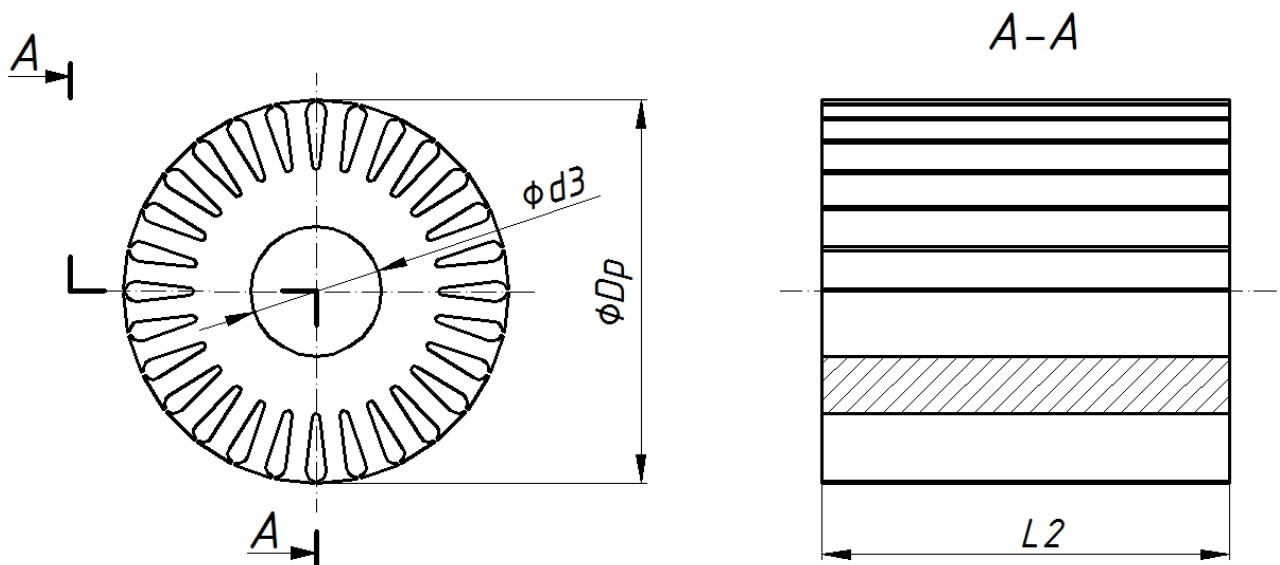
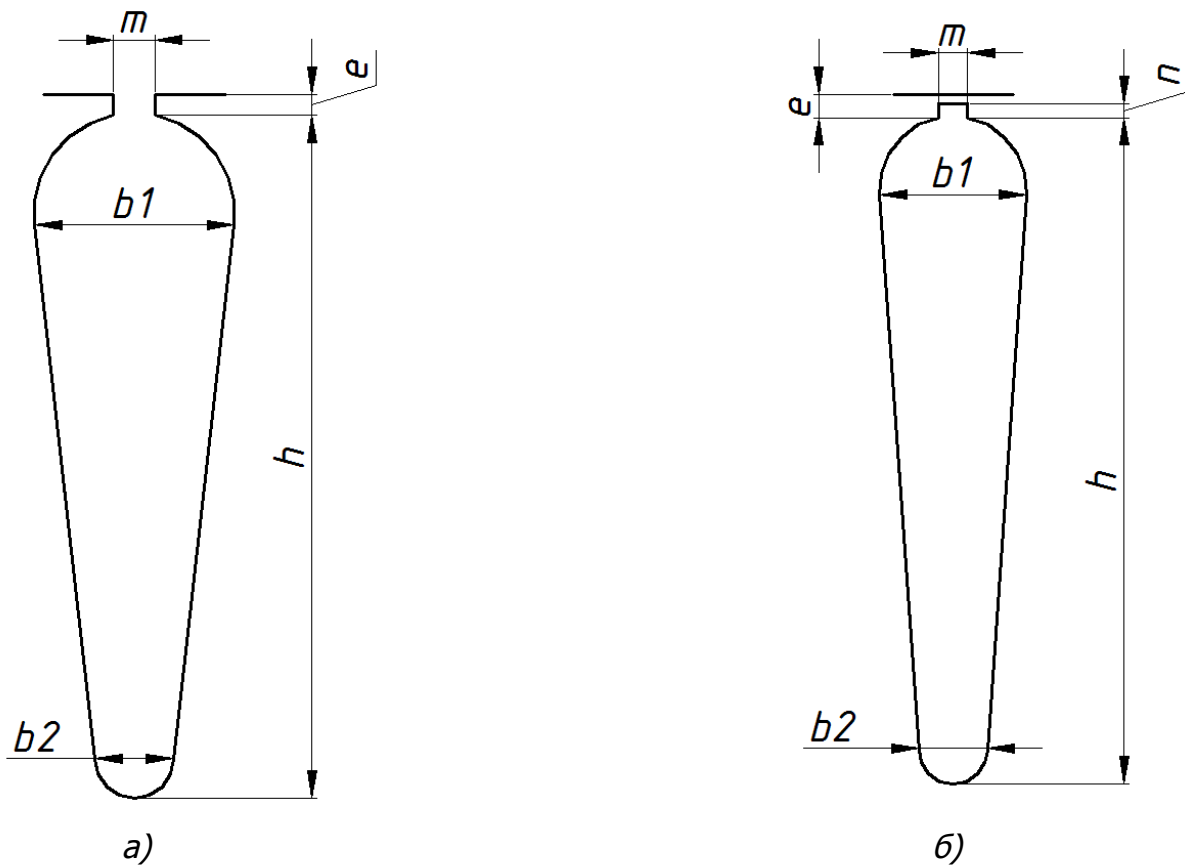

Рис. 35
Рис. 36
2. За допомогою графічного пакету SolidWorks та згідно з інструкціями, які викладені в розділі «Робота з графічним пакетом SolidWorks» виконати конструювання пакету ротора асинхронної машини, зразок якого зображено на рис.35.
1. На рис.35 наведена конструкція пакету ротора, який є типовим для асинхронних машин з короткозамкненим ротором серії 4А з висотою осі обертання до 250 мм. На рис.36 (а, б) наведені ескізи пазів ротора, що відповідають різним варіантам завдань. Розміри пакету ротора та пазів згідно з заданим варіантом наведені в табл.9.1. Внутрішній діаметр ротора d_3 наведено в табл.7.1 для кожного варіанту, а довжина пакету L_2 для АМ з висотою осі обертання до 250 мм дорівнює довжині пакету статора L_1 (див. табл.8.1).